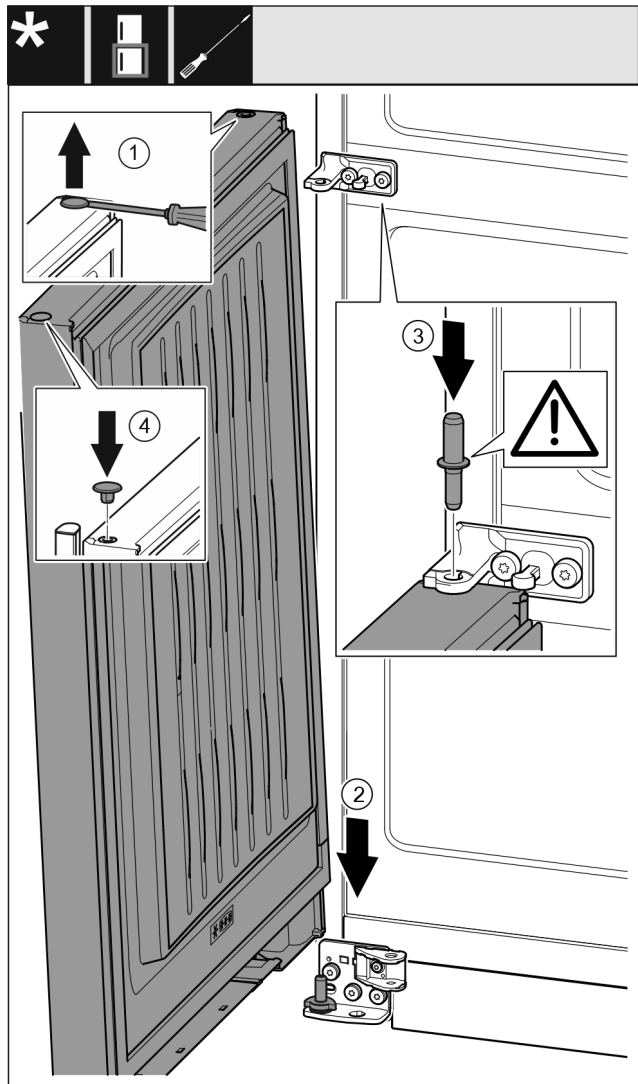

Fig. 52
- Ngrini lart me kujdes tapën Fig. 52 (1) me një kaçavidë me kokë petë dhe nxirreni jashtë.
- Futni derën Fig. 52 (2) nga lart mbi bulonin e rrotullimit poshtë.
- Futni në derën poshtë bulonin e rrotullimit në mes Fig. 52 (3), duke e kaluar përmes bazamentit mbështetës në mes. Këtu bëni kujdes që gunga ndaluese të jetë e kthyer nga poshtë.
- Vendosni sërish në vend tapën Fig. 52 (4) në anën tjetër të derës.